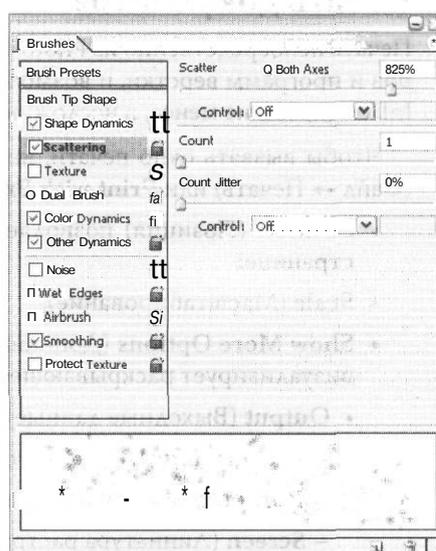
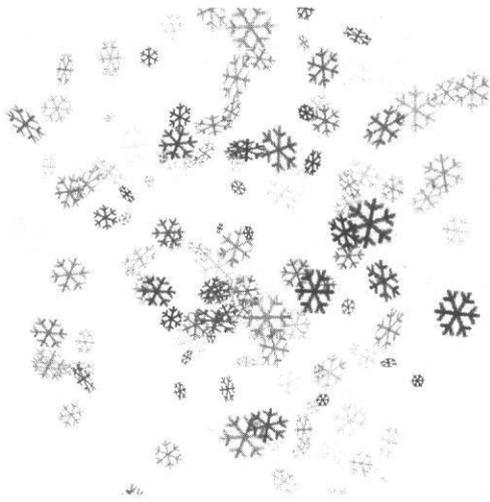

Рис. 5.86. Настройка изменения ширины зоны разброса
Рис. 5.87. Этот падающий снег изображен одним мазком кисти...
**Scattering** - «велим» разбрасывать снежинки максимально широко (рис. 5.86). Вот что у нас получилось в итоге (рис. 5.87).